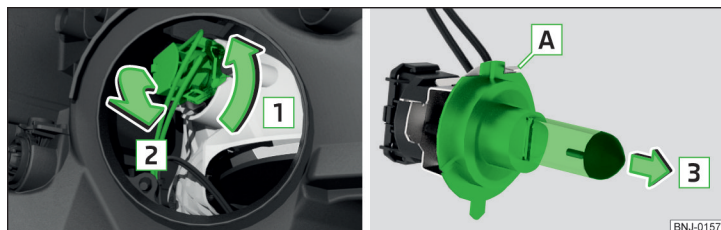

Fig. 212 Sostituzione della lampadina delle luci anabbaglianti
- Ruotare la spina con la lampadina in direzione della freccia **1** » fig. 212.